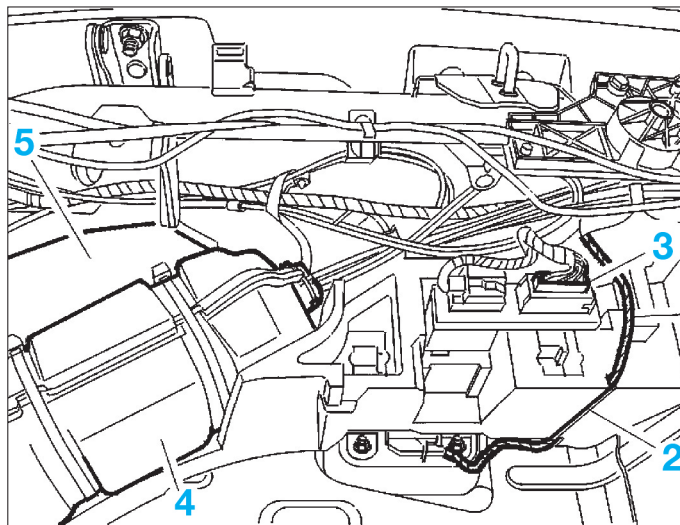
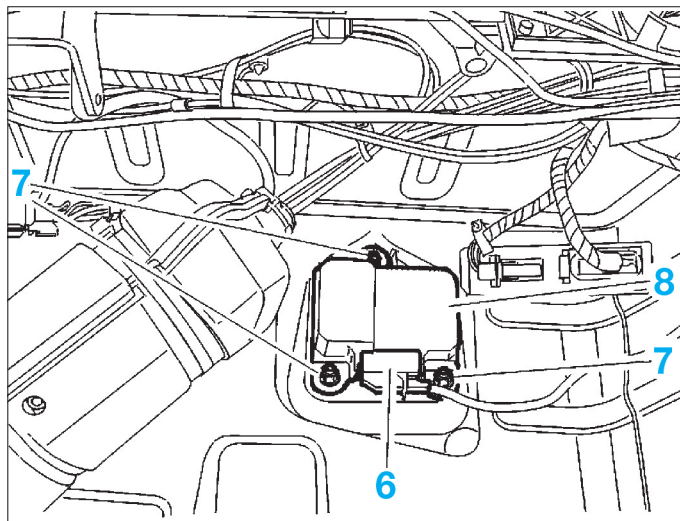

FIG. 18
FIG. 19
- le faisceau (1) de son logement (2) (Fig.18).
- le calculateur (3) de toit escamotable.
- l'ensemble pompe hydraulique (4).
- Déposer la boîte de rangement (5).
- Débrancher le connecteur (6) du calculateur (8) (Fig.19).
- les vis de fixation (7) du calculateur (8)
- le boîtier calculateur (8).